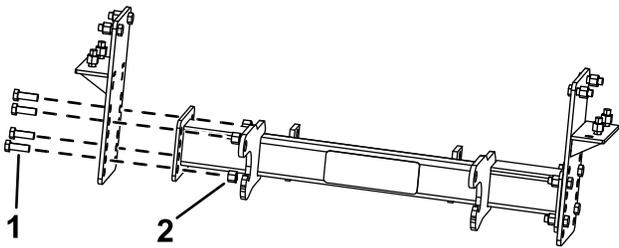

Bild 2
4. Befestigen Sie den Schubrahmen mit acht Schrauben und acht Muttern an den Seitenplatten (**Bild 2**).